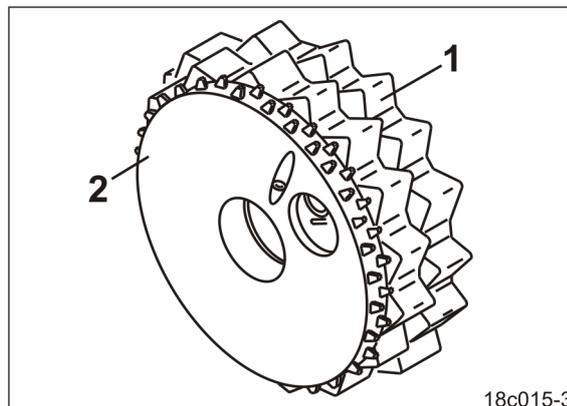

Рис. 57
- нормальной высевающей катушки (Рис. 57/1) и
- высевающей катушки для мелких семян (Рис. 57/2).